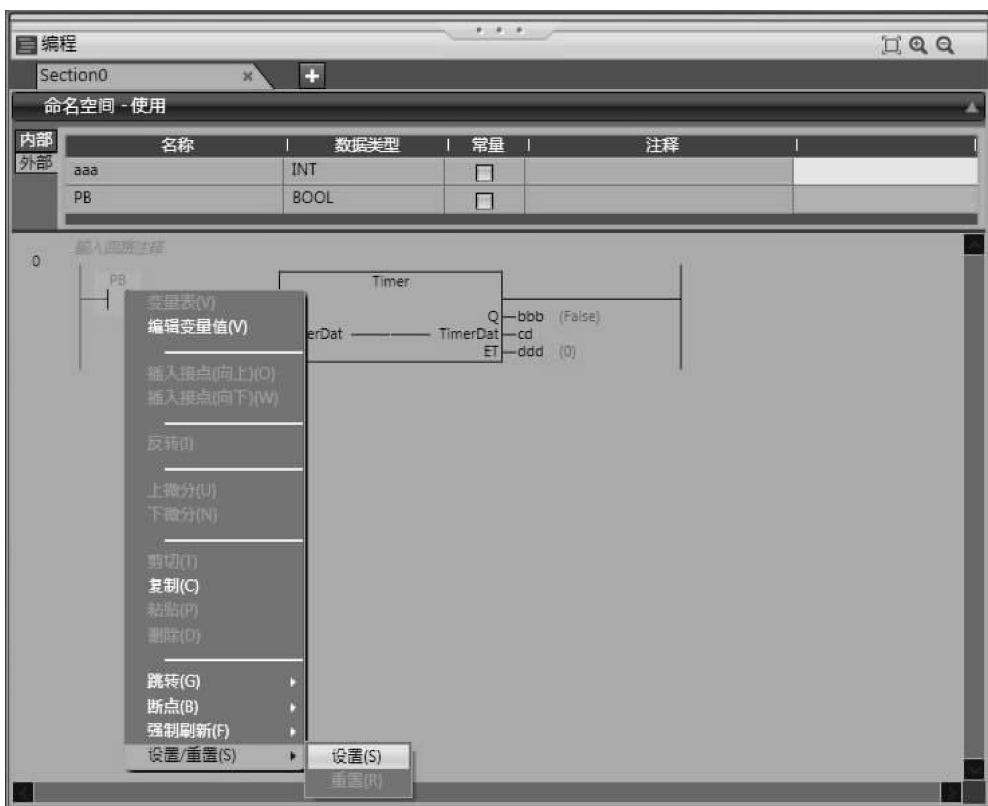

图 5-32 在梯形图编辑器中的设置/重置操作
2) 如图 5-32 所示，右击输入或输出，若选择“设置/重置-设置”，输入或输出改为 ON；若选择“设置/重置-重置”，输入或输出改为 OFF。